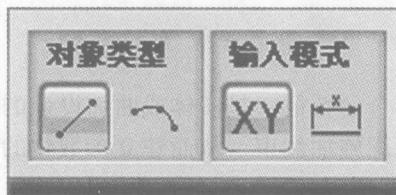

图 2-3 轮廓工具
① 轮廓（配置文件）。轮廓工具是以线串模式创建一系列连续的直线和圆弧，即上一条曲线的终点是下一条曲线的起点。选中此命令后，显示的工具如图 2-3 所示。